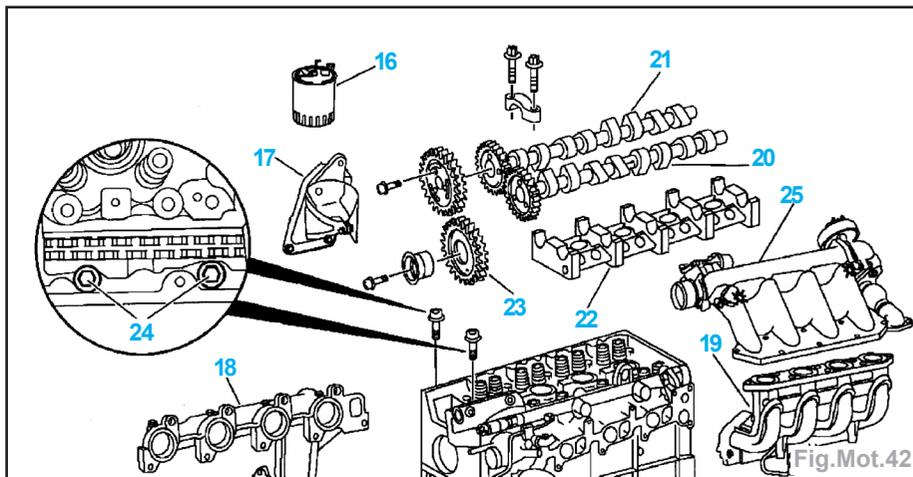

Fig.Mot.42
- Déposer le collecteur d'échappement (18) (Fig.Mot.42).
- le support droit moteur (2),
- de la culasse la vis (3) sur la conduite (4),
- Dévisser l'écrou (5) sur le flexible d'air de suralimentation (6) de la culasse.
- Déposer le couvre-culasse (7).